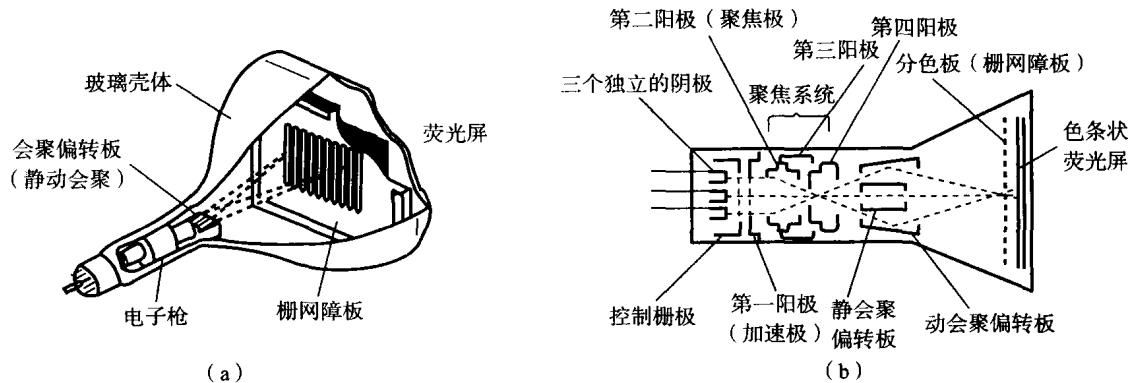
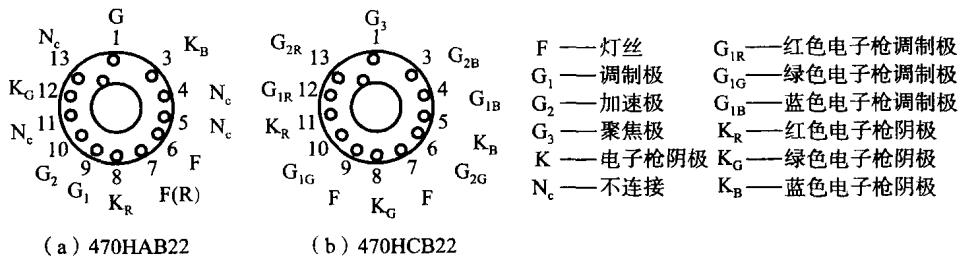

图 1.3 单枪三束式显像管的构造及工作原理图
图 1.4 彩色显像管管脚连线图
(2) 彩色显像管的构造及管脚连线名称。单枪三束式显像管的构造及工作原理图如图 1.3 所示，其红、绿、蓝三枪的调制极是合在一起公用的。自会聚显像管的红、绿、蓝调制极也是公用的，其测试方法与单枪三束显像管类似，其构造及工作原理图从略。常见彩色显像管管脚连线图如图 1.4 所示。